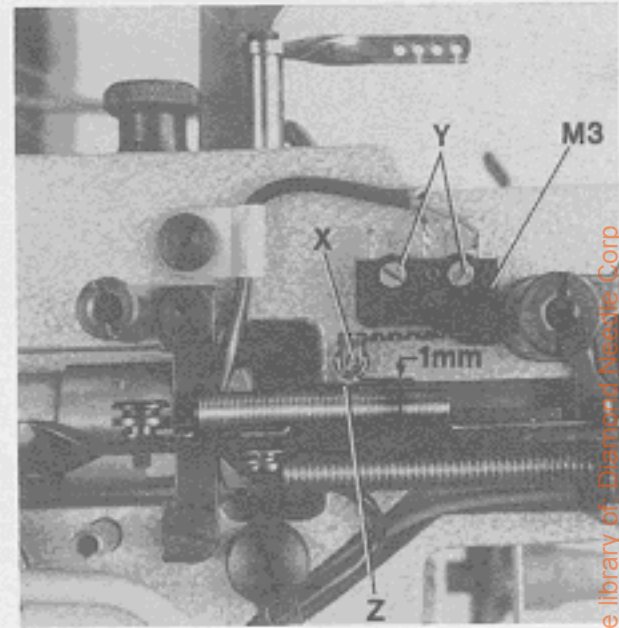

Fig.60
For setting the micro switch (M3, Fig. 60), the piston of the air cylinder must be retracted. In this position the roller lever (X) of switch should rest in center of the surface of bracket (Z) on piston rod of air cylinder and still have an end play of approx. 1 mm (.040 in.) upwards (see Fig. 60).
Zur Einstellung des Mikroschalters (M3, Fig. 60) muß der Kolben des Luftzylinders eingefahren sein. In dieser Stellung soll der Rollenhebel (X) des Schalters mittig auf der Fläche des Winkelstückes (Z) an der Kolbenstange des Luftzylinders aufliegen und noch etwa 1 mm Spiel nach oben haben (siehe Fig. 60).